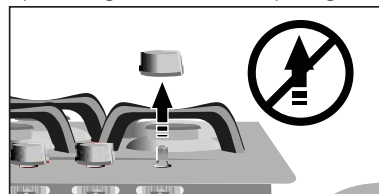

Figura 35
- Procure no halar las parrillas porque el cono interno podría desacomodarse y originar fugas de gas y en caso de que se requiera retirar la perilla hágalo con cuidado. (Ver figura 35).